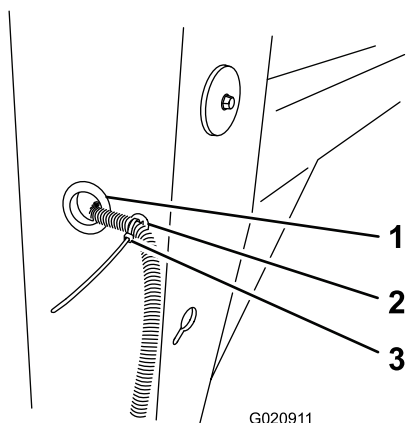

Figure 11
5. Tirez l'avant du faisceau de câblage à travers le trou du montant avant de la machine de sorte à laisser un mou de 61 cm (24 po) au-delà du montant de remorquage (Figure 11).
6. Glissez le passe-câble par dessus le connecteur à 4 broches (Figure 12) à l'avant du faisceau de câblage, et placez-le dans le trou du montant avant (Figure 11).